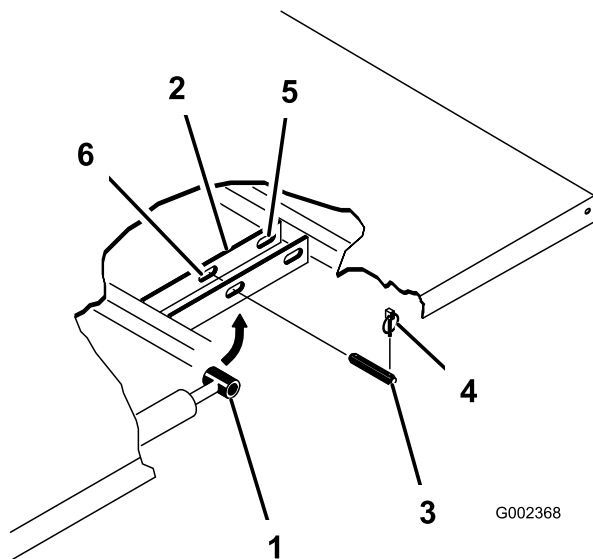

Bild 32
2. Nehmen Sie die Klapstecker von den äußeren Enden der Lastösenbolzen der Zylinderstange (Bild 32) ab.
3. Nehmen Sie die Lastösenbolzen ab, mit denen die Zylinderstangenenden an den Pritschenbefestigungsplatten befestigt sind. Drücken Sie die Bolzen hierfür nach innen (Bild 32).
4. Nehmen Sie die Klapptecker und die Lastösenbolzen ab, mit denen die Schwenkhalterungen an den Rahmenkanälen befestigt sind (Bild 32).